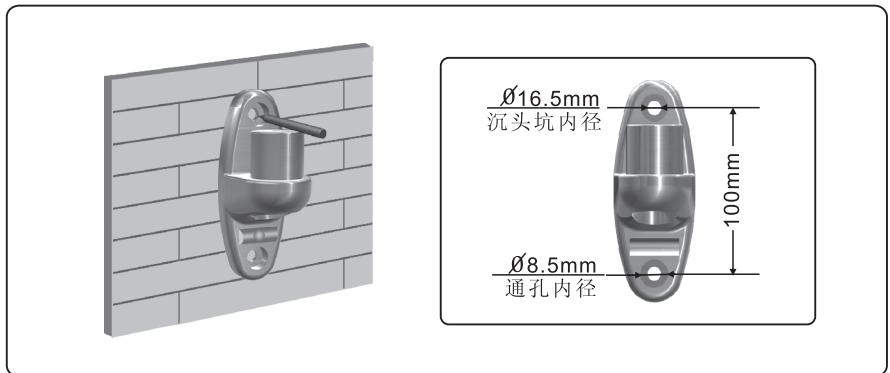

图: 1-6
- 以墙架为样板，确定其安装位置，找好水平，并用铅笔作好标识(如图1-6)。